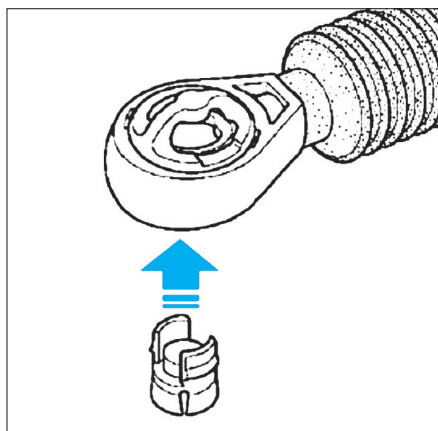

FIG. 13
- pour chaque câble, pincer les languettes du clip et appuyer sur l'insert pour extraire le clip (Fig.13).